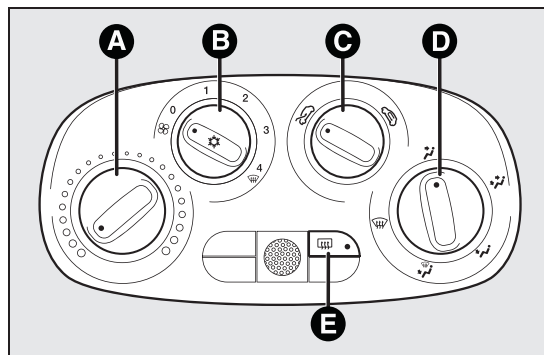

fig. 29
- A Draaiknop luchttemperatuur (rood-warm/blauw-koud) fig. 29
- B Draaiknop aanjagersnelheid en in-/uitschakeling klimaatregeling fig. 29. Als u de knop indrukt, wordt de klimaatregeling ingeschakeld en gaat gelijktijdig het lampje op de knop branden; hierdoor wordt het interieur sneller gekoeld.
- C Draaiknop luchtrecirculatie fig. 29
D Draaiknop luchtverdeling fig. 29
E Knop voor in-/uitschakeling achterrauitverwarming fig. 29.